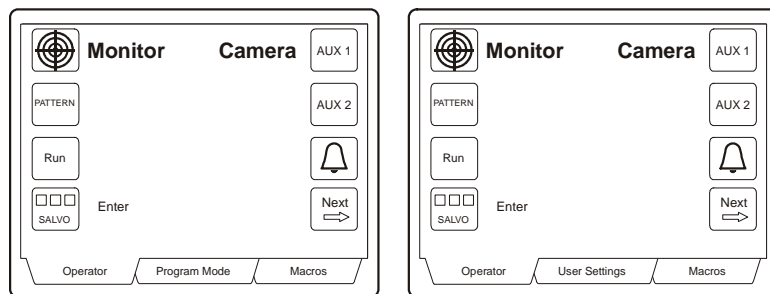

Figure 3.2: menus administrateur/surveillant
4. Selon les privilèges de l'utilisateur (surveillant, administrateur ou opérateur), l'écran principal illustré à la figure 3.2 s'affiche.